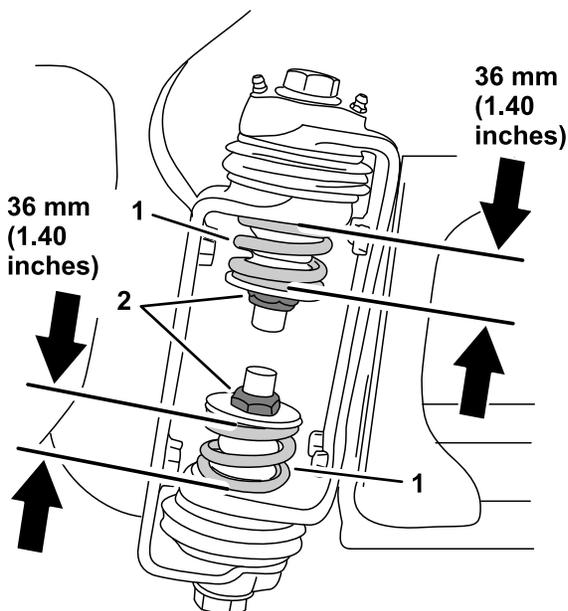

Figure 6
6. À la charnière de rampe, mesurez la compression des ressorts supérieur et inférieur quand les rampes sont déployées (Figure 6).